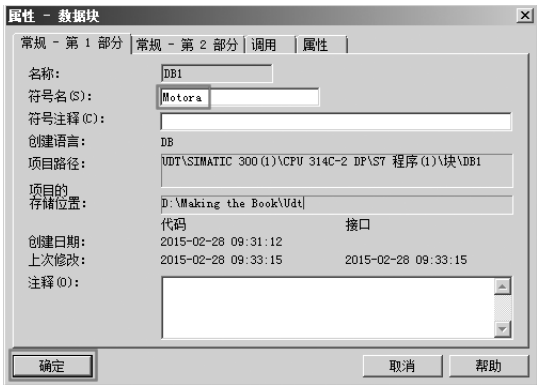

图 5-28 将 DB1 符号命名为“Motora”
3) 打开 DB1 的属性，将其符号命名为“Motora”，单击“确定”按钮，如图 5-28 所示。再打开 DB1，如图 5-29 所示，创建参数“Motor1”，其数据类型为 UDT 的数据类型“Motor”。